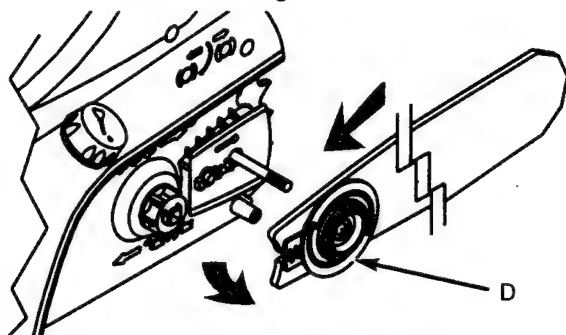

Fig. 18
4. Enlevez la chaîne du guide chaîne et du pignon. Faites coulisser le guide chaîne, avec la plaque de tension (D) attachée, hors de l'unité. (Fig. 18)